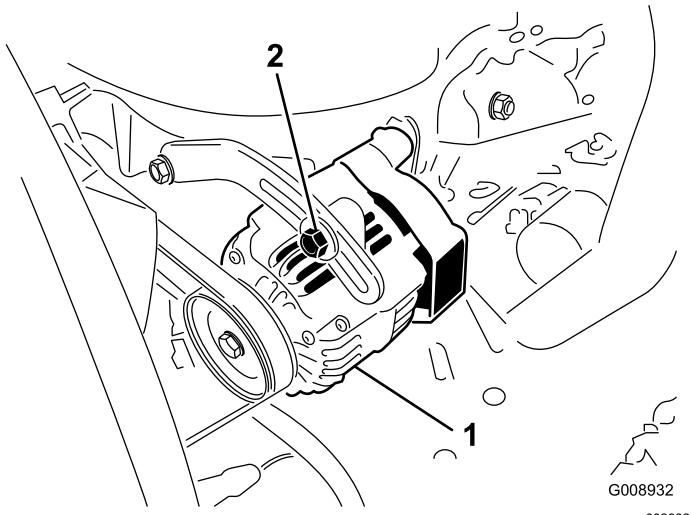

Figure 78
Vérifiez l'état et la tension des courroies (Figure 78) toutes les 100 heures de fonctionnement.
2. Si vous n'obtenez pas une flèche de 10 mm, desserrez les boulons de fixation de l'alternateur (Figure 78).